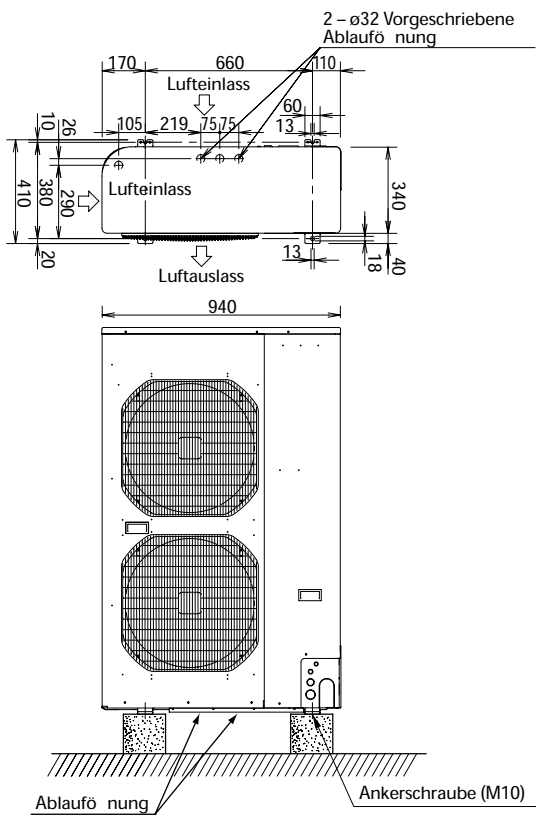

Abb. 4-1
- Siehe Abb. 4-1 bezüglich der Ankerschrauben-Abmessungen.
- Bezüglich Ablauföffnungsabmessungen siehe Abbildung 4-1.